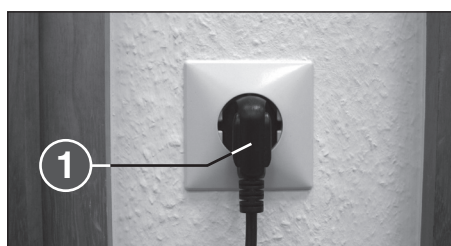

Fig. 2
- Ficha de ligação à rede (Fig. 2)**